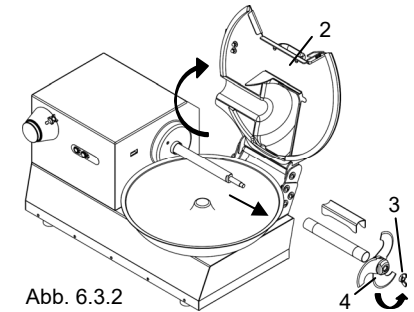

Abb. 6.3.2
- Deckel anheben 2 Abb. 6.3.2.
- Die Befestigungs-Flügelmutter der Messerhalterung lösen (Pos. 3, Abb. 6.3.2.)
- Trägernabe der Schnittwerkzeuge von der Welle ziehen 4 Abb. 6.3.2.
- Deckel anheben 2 Abb. 6.3.2 und aus seinem Sitz nehmen.
- Den Deckel (Pos. 2, Abb. 6.3.2) aus seiner Aufnahme herausziehen und abnehmen.
- Hinweis: Zum Schutz vor möglichen Unfällen den Deckel erst abnehmen, nachdem die Messerhalterung vom Schutzrohr der Messerwelle abgezogen wurde (Pos. 4, Abb. 6.3.2.)